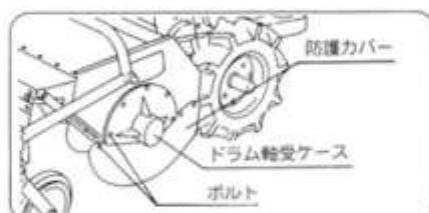

図60
- ② 防護カバー・ドラム軸受ケースを取り外してください。(図60)